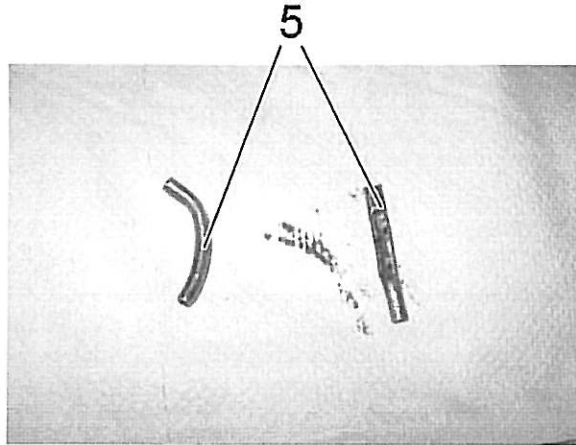

Bild 3 / Fig. 3
2. Das abgelassene Motoröl nach abgebrochen Kolbenkühl Düsen durchsuchen. Siehe Bild 3.
8. Durch die Öffnung mit einem flexiblen Magneten nach abgebrochen Kolbenkühlösen suchen. Siehe Bild 3.
2. Check the drained engine oil for broken piston cooling nozzles. See Fig. 3.
8. Search for broken piston cooling nozzles through the opening using a flexible magnet. See Fig. 3.